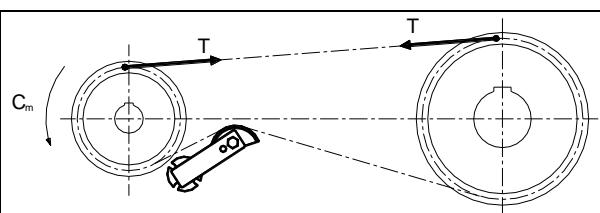
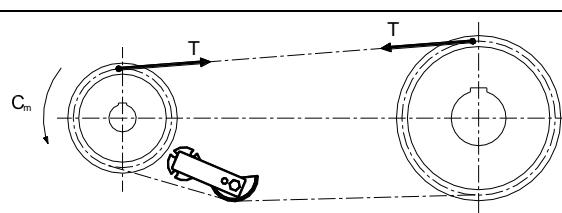
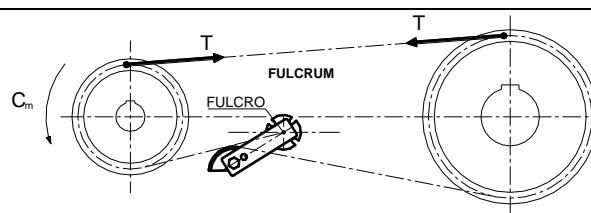

Fig 2 MONTAGGIO CORRETTO (CONSIGLIATO!)
Fig 3 MONTAGGIO CORRETTO
Fig 5 MONTAGGIO ERRATO!
④ L'usura delle superfici in contatto tra loro di una catena (perni, bussole, e rulli) durante il suo funzionamento, crea un maggior gioco e il relativo allungamento della catena, che quando è eccessivo può provocare: minor angolo di avvolgimento, mancanza di costanza del rapporto di trasmissione, anomalo contatto fra i rulli della catena ed i denti del pignone, usura precoce, alta rumorosità, vibrazioni, salto del dente, uscita della catena dalla trasmissione e nei casi estremi rottura della catena. Inevitabile risulta, quindi, equipaggiare la trasmissione di un tendicatena automatico, che permetta di recuperare gli allungamenti e assorbire costantemente le vibrazioni. I tendicatena automatici a rotazione devono essere posizionati sul tratto lento della trasmissione il più vicino possibile al pignone motore. Essi possono essere montati sia esternamente alla trasmissione (fig 2) sia internamente (fig 3) privilegiando se possibile il primo caso. I tenditori automatici a rotazione presentano un punto di rotazione, detto fulcro, su cui il braccio del tenditore agisce andando a tendere la catena o la cinghia. E' estremamente importante che il tenditore venga posizionato in maniera tale che il suo fulcro non sia mai sulla direzione della retta d'applicazione della forza della catena (fig 5), così che non possa mai impuntarsi.
It is therefore inevitable to equip the transmission with an automatic chain tightener, which allows the recovery of stretching and constantly absorbs vibrations. Automatic rotation chain tighteners must be positioned on the loose part of the transmission, as close as possible to the motor pinion. They may be fitted either on the outside of the transmission (fig 2) or on the inside (fig 3), preferably the former, if possible. Automatic rotation tighteners present a point of rotation, known as the fulcrum, on which the arm of the tightener acts, thus tightening the chain or belt. It is extremely important to position the tightener in such a way that its fulcrum is never in the direction of the line of application of the chain force (fig 5), so that it can never get stuck.
Es ist deshalb notwendig, den Antrieb mit einem automatischen Kettenspanner auszustatten, der ein Ausgleichen der Kettenverlängerung ermöglicht und konstant die Vibrationen absorbiert. Die automatischen Rotationsspanner müssen auf einem langsamen Abschnitt vom Antrieb montiert werden, und zwar so nahe wie möglich am Antriebsritzel. Sie können sowohl außerhalb vom Antrieb (Abb. 2) als auch innerhalb vom Antrieb (Abb. 3) montiert werden, wobei der externen Montage der Vorzug gegeben werden sollte. Die automatischen Rotationsspanner weisen einen Drehpunkt auf, den sogenannten Schwenkpunkt, auf den der Arm vom Spanner einwirkt, um die Kette oder den Riemen zu spannen. Es ist deshalb sehr wichtig, dass der Spanner so positioniert wird, dass sein Schwenkpunkt auf keinen Fall auf einer Linie mit der Kraftanwendung der Kette liegt (Abb. 5), damit er sich nicht verklemmen kann.